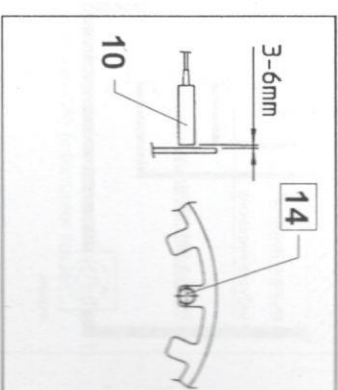

Fig. 8
- El sensor de velocidad debe ser posicionado sobre el excéntrico de manera que el centro del sensor sea opuesto al borde interno (14) del excéntrico. (Fig. 8)